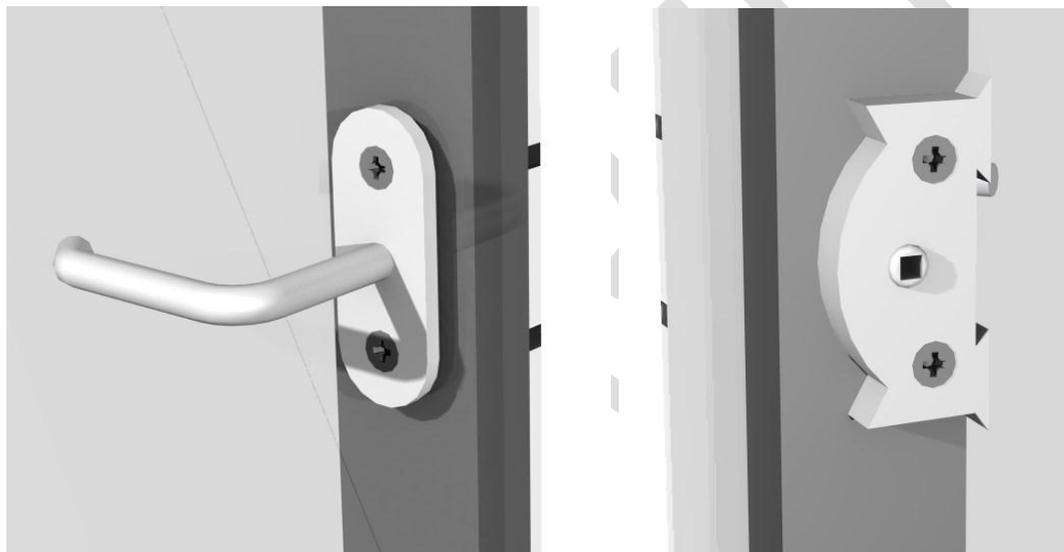

Рис. 5. Ручка и замок
- Поз.12 Ручка – 6 шт. (рис.5);
Ручки для дверей и форточек установить поверх поликарбоната (**Поз.5**) при помощи саморезов 3.9x19 (**Поз.13**), после чего установить замки (рис.5).